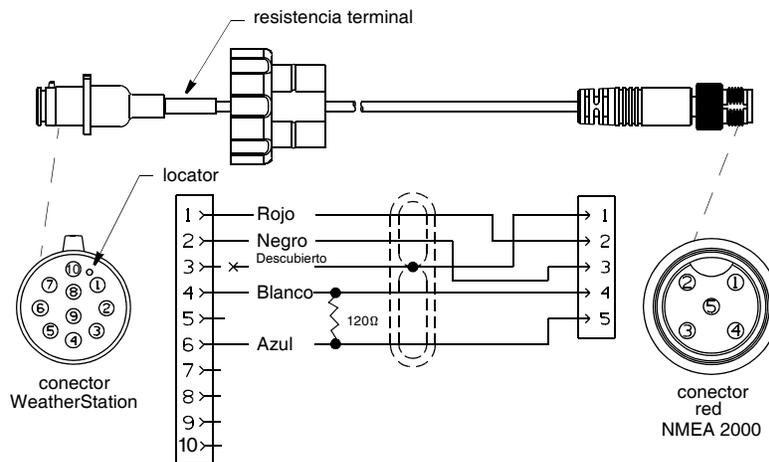

Figura 9. Cable WeatherStation NMEA® 2000 [modelo que se muestra: 10 m (33')]
**NOTA:** Los cables WeatherStation de más de 6 m (20') de largo tienen una resistencia terminal incorporada en el conector WeatherStation (figura 9).